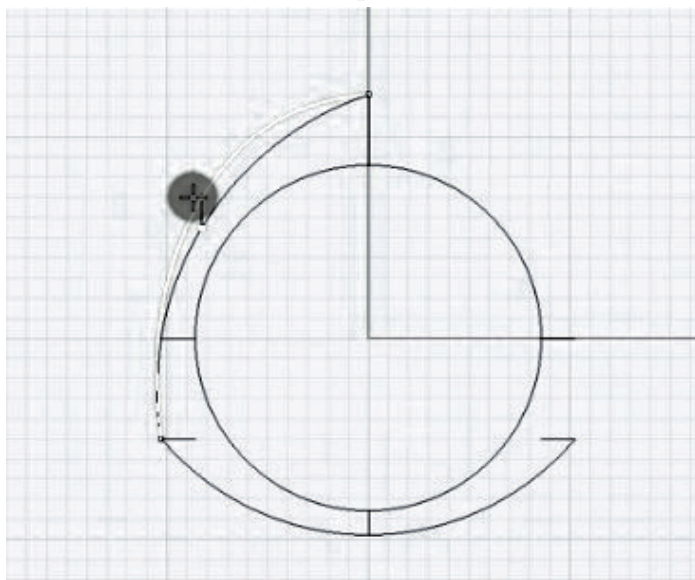

Рис. 70. Изменение кривизны арки
5. Выделяем дугу, нажимаем команду Edit Paint On, выделяется дополнительная точка. Мы ее должны вытянуть немного вверх, изменяя очертания будущего профиля (рис. 70).